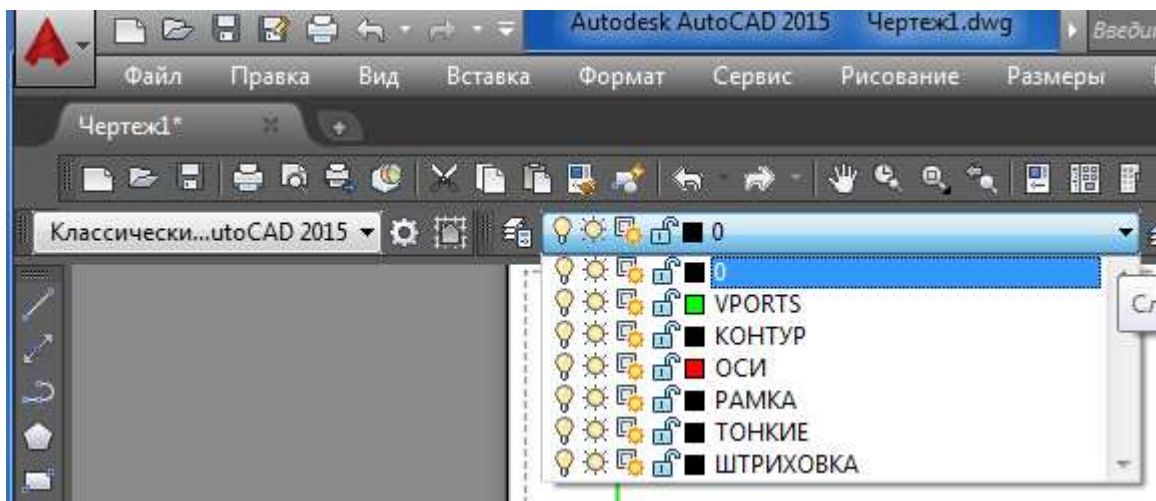

Рис. 4. Список слоев
4. Для выполнения 3D-изображений в шаблоне **3-D(A4).dwt** предусмотрены слои, перечень которых дан на рис. 4.